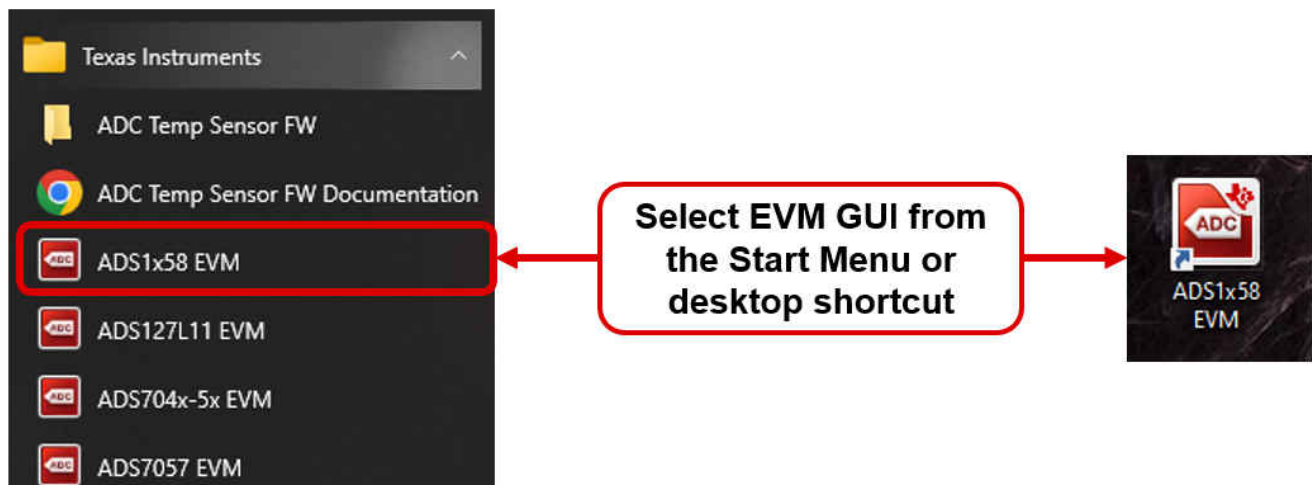

图 7-2. 启动 EVM GUI 软件
3. 按照图 7-2 所示启动软件 GUI。当 FPGA 固件加载到 PHI 上时，LED 缓慢闪烁。此加载需要几秒钟时间，然后 AVDD 和 DVDD 电源会开启，如 ADS1258EVM 上的 LED D1 和 D2 所指示。